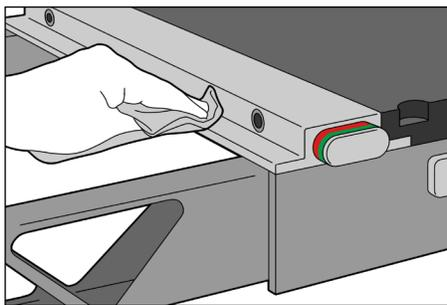

Abb. 2
2. Wischen Sie alle Staub- oder Schmutzpartikel von der Außenseite der Verriegelung ab. (Abb. 2)